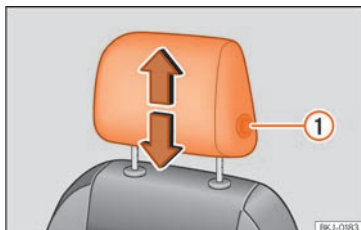
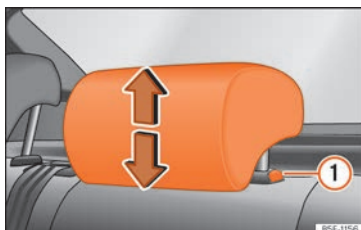

Fig. 65 Scaunul față: reglarea tetierei.
Fig. 66 Tetiera spate: reglarea tetierei.
- Apucați cu ambele mâini părțile laterale ale tetierei și împingeți în sus în poziția dorită. Pentru coborârea tetierei, repetați aceeași acțiune apăsând butonul de pe partea laterală ① >>> fig. 65, >>> fig. 66.